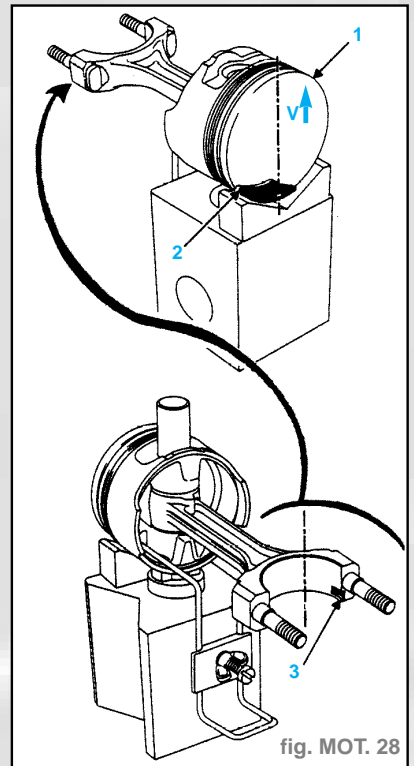

fig. MOT. 28
- **Cylindres 1 et 2** (fig. MOT. 28) :
- mettre la flèche (1) gravée sur la tête de piston en haut et à droite de l'axe vertical, et le brossage (2) en bas à gauche de l'axe vertical,
- mettre l'ergot d'arrêt de coussinet (3) de la bielle en bas à droite de l'axe vertical.